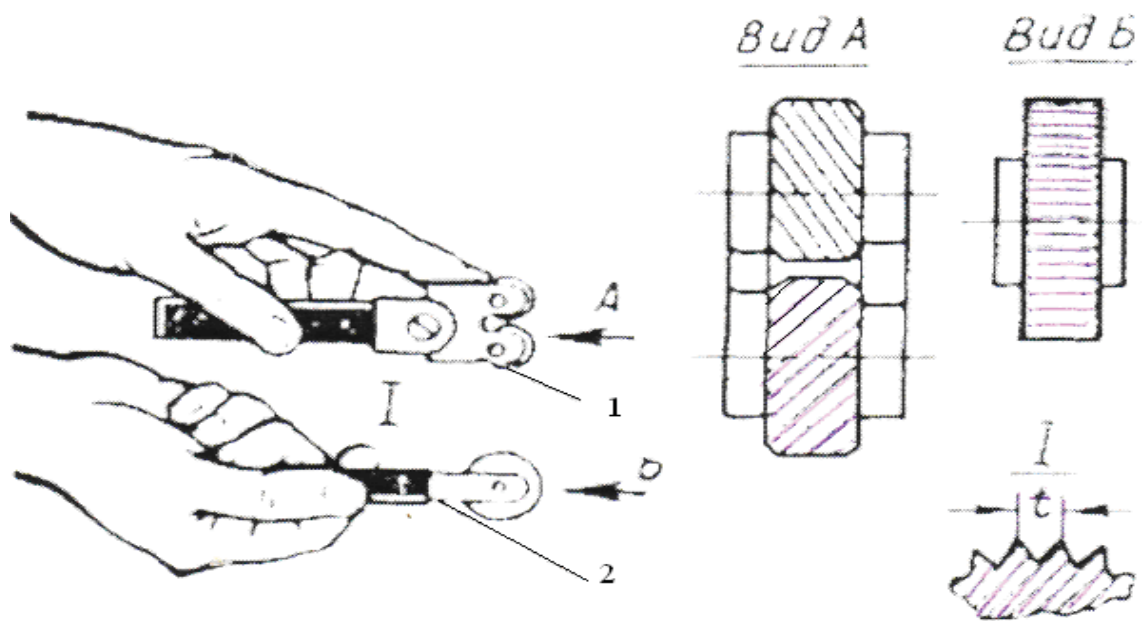

Рис. 1
1) підібрати відповідну державку (рис. 1). Взяти державку *1* з двома роликами (вид А). Ролики мають бути розташовані строго один під одним та підібрані з відповідним кроком, величина якого залежить від діаметра і ширини накатуваної поверхні.